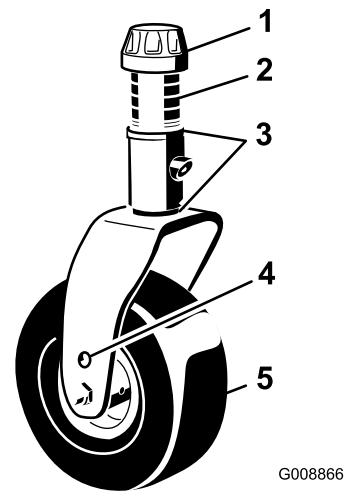

Figura 19
1. Coloque los ejes de las ruedas giratorias en el mismo taladro en todas las horquillas (Figura 19 y Figura 21).
2. Retire el casquillo tensor del eje y deslice el eje fuera del brazo de la rueda giratoria (Figura 19).